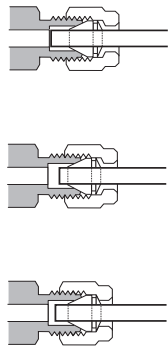

Figura 20. Conexión finalizada
- 10 Se muestran conexiones correcta e incorrectamente ensambladas en la **Figura 20**. Observe que el extremo de la tubería en una conexión correctamente ensamblada no está aplastado y no interfiere en la acción de las férrulas.